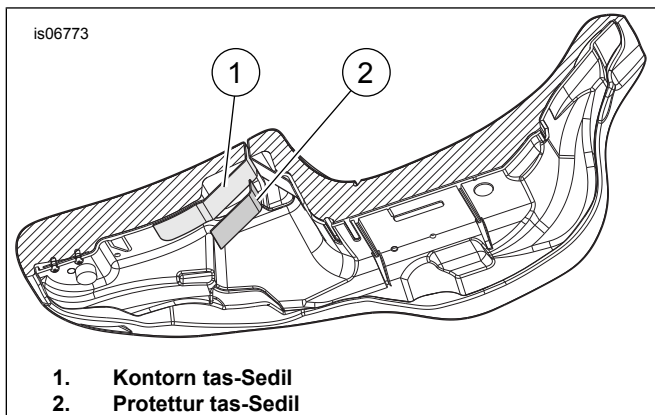

Figura 9. Qiegħ tas-Sedil
13. Ara Figura 9 . Innota l-forma tal-wiċċ li l-protettur tas-sedil (2) ser ikun jgħatti u bil-mod iforma l-protettur biex jittlibbes aħjar mal-kontorni tas-sedil (1).